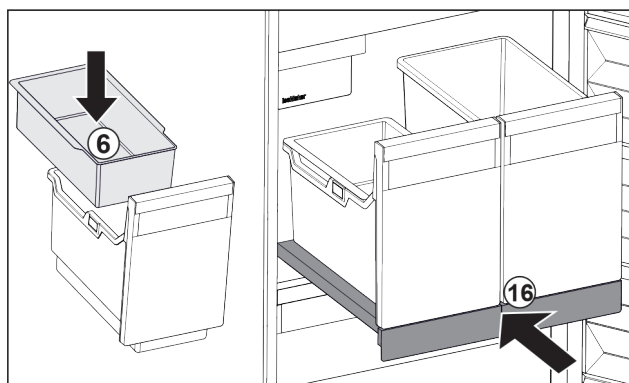

Fig. 130
- ▶ Włożyć półkę zawieszoną *Fig. 130 (6)* na kostki lodu.
- ▶ Wsunąć wysuwaną półkę z pojemnikiem (IceTower). *Fig. 130 (16)*